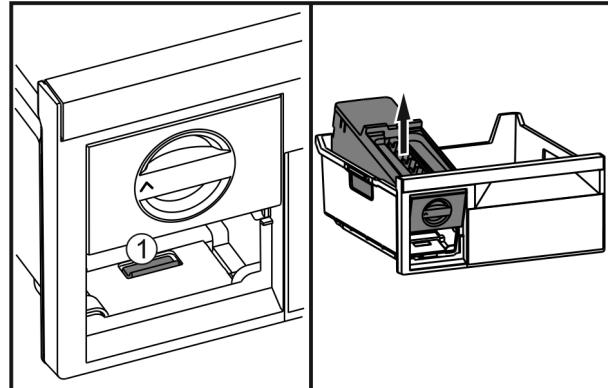

Fig. 36
- Stlačte sponu Fig. 36 (1), nadvihnite zariadenie EasyTwist-Ice zo zadu a vyberte ho zo zásuvky na zmrazovanie.